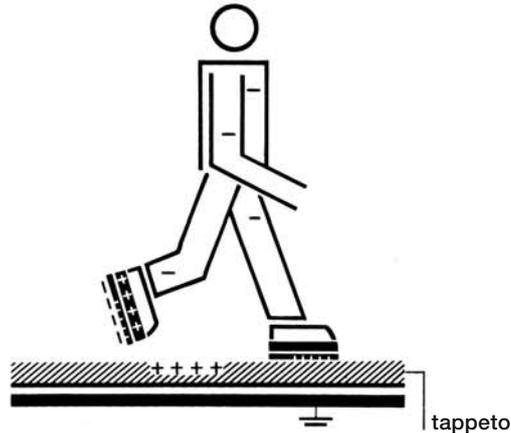

Figura 27: separazione delle cariche dovuta al passaggio su un pavimento [8]
- **strofinio di suole isolanti su superfici** (figura 27), ad es. tappeti o pavimenti rivestiti in materiale sintetico.